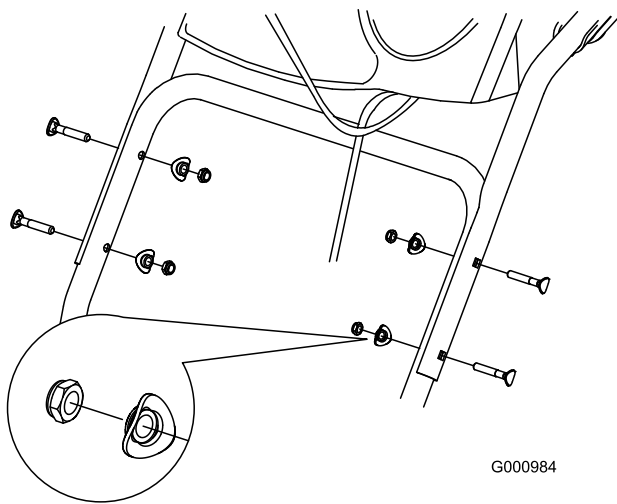

Figura 4
2. Prenda o manípulo superior com 4 parafusos de manípulo, 4 anilhas curvas e 4 porcas de bloqueio do saco de peças soltas (Figura 4).